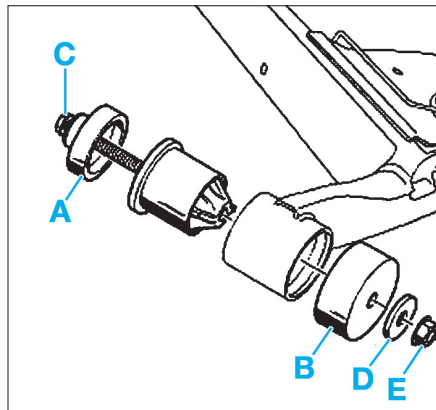

FIG. 25
- Outil de remontage du palier élastique (Fig.25) :
- les cloches (A) et (B) de l'outil (Tar. 1838)
- la tige filetée (C) de l'outil (Tar. 1838)
- la rondelle (D) de l'outil (Tar. 1838)
- l'écrou (E) de l'outil (Tar. 1838).
- Mettre en place les outils (Fig.25) :